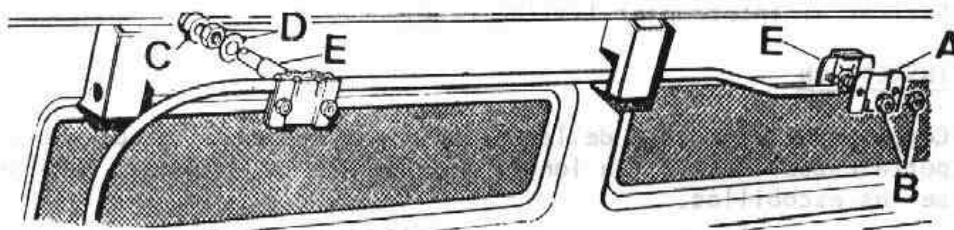

Fig. N2-10 Cajas de transmisión y ruedas
- 3.1.3. Soltar los elementos de fijación, B (Fig. N2-10) y retirar las placas de apoyo, A, de las cajas de transmisión, E.
- 3.1.4. Desmontar los guardapolvos, C (Fig. N2-10) y extraer las cajas de transmisión, E, soltando sus elementos de fijación, D.